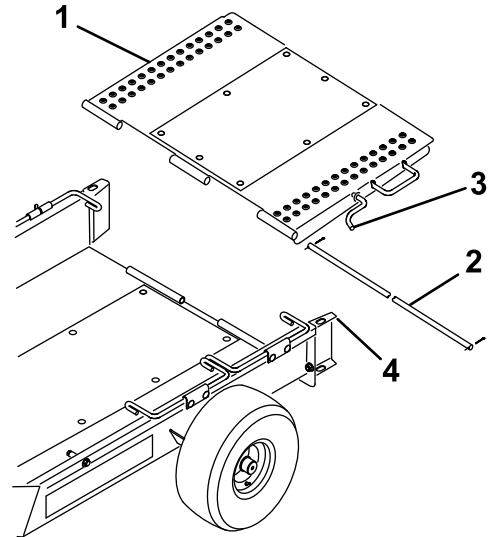

Figure 3
5. Montez la rampe à l'arrière du plateau de la remorque avec la tige d'articulation et 2 goupilles fendues (Figure 3).
6. Faites pivoter la rampe de la remorque vers le haut et accrochez le verrou de la rampe dans le trou au sommet du guide de roue (Figure 3).
8. Faites pivoter la rampe de la remorque vers le haut et accrochez le verrou de la rampe dans le trou au sommet du guide de roue (Figure 3).